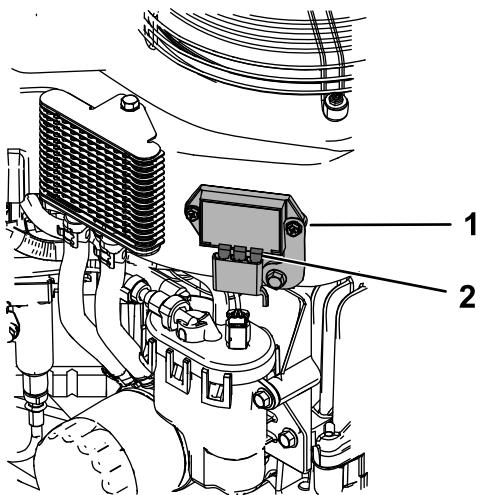

Figure 38
4. Graissez légèrement les lames du régulateur de tension (**Figure 38**).